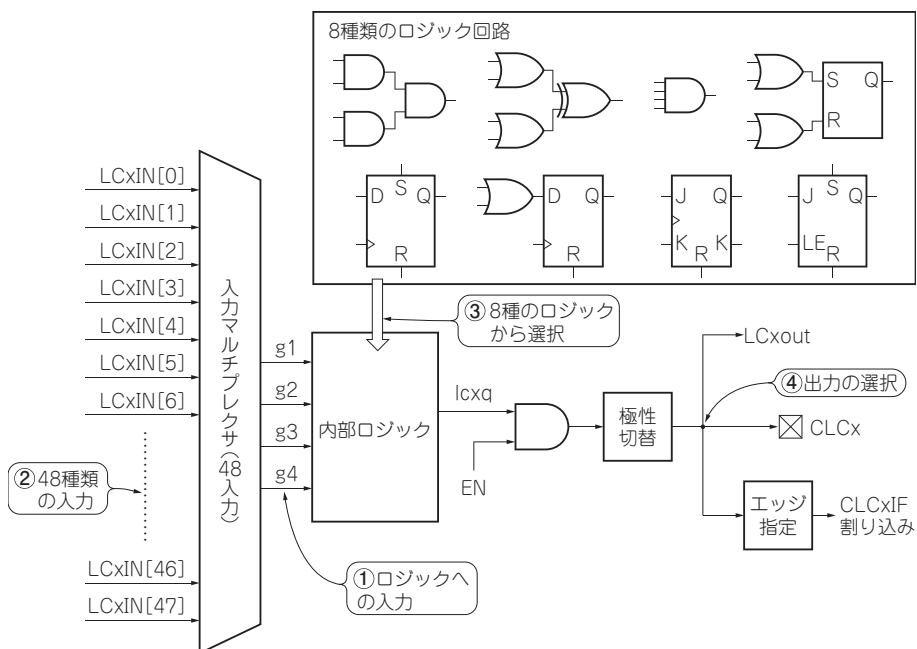

図1 CLCxモジュールの構成(xは1, 2, 3, 4のいずれかを示す)
CLCモジュールの内部構成は図1のようになっています。①内部ロジックへの入力はg1～g4の4つがあり、それぞれに②入力源となる48種類の信号から1つを選択できます。